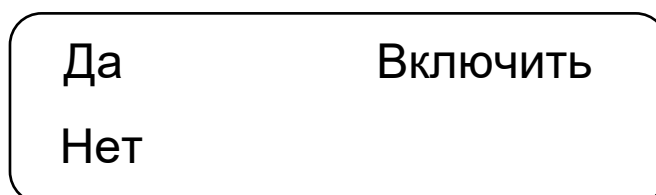

Рисунок 3 – Окно включения
2.1.2.5 **Включить первый блок КРТ**, для чего: одновременно длительно (на время 3...5 с) нажать кнопки «▼» и «Р», при этом на индикаторе должна появиться надпись «Включить» (см. рисунок 3), после чего отпустить кнопки «▼» и «Р» и нажать кнопку «▲» (при нажатии на кнопку «▼» питание блока КРТ отключится). После этого на индикаторе появится надпись «КРТ Ведущий» или «КРТ Ведомый». Блок КРТ перейдет в *режим функционирования*.